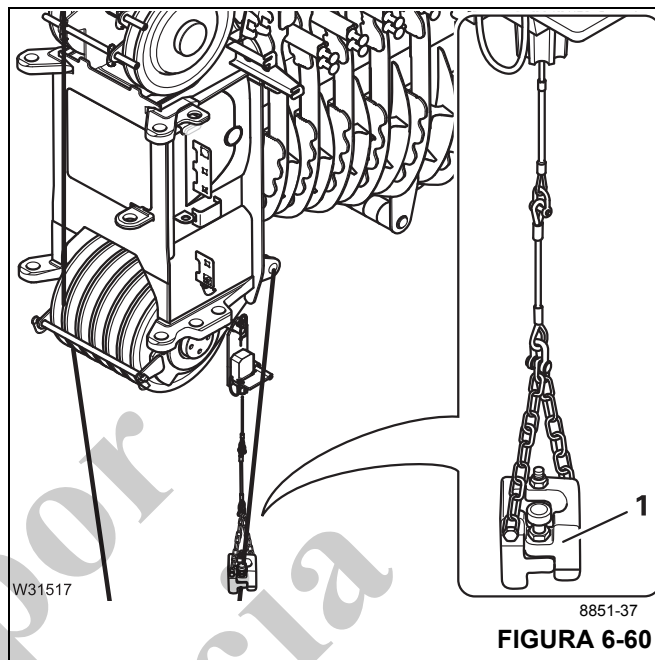

FIGURA 6-60
- Fije el peso del interruptor de prevención del contacto entre bloques (1, Figura 6-60).